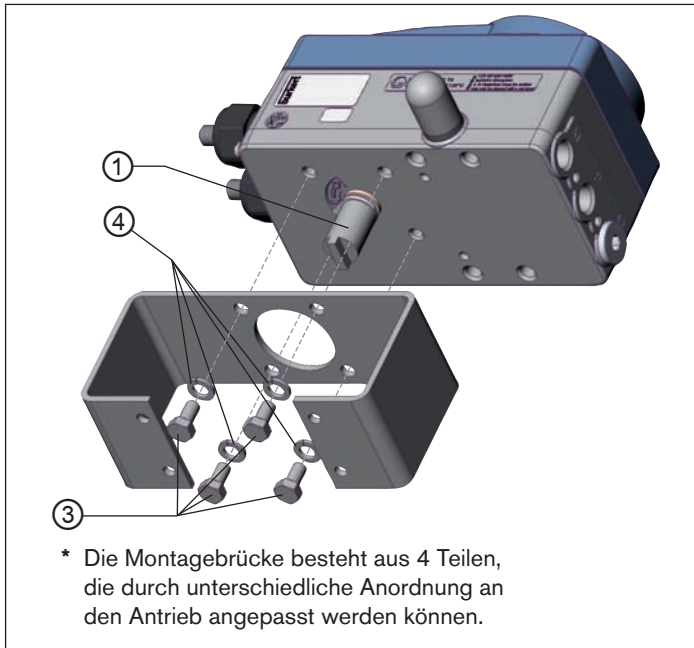

Bild 13: Montagebrücke befestigen (schematische Darstellung)
- Die Montagebrücke mit 4 Zylinderschrauben ③ und Feder-
ringen ④ am Positioner befestigen (siehe „Bild 13“).